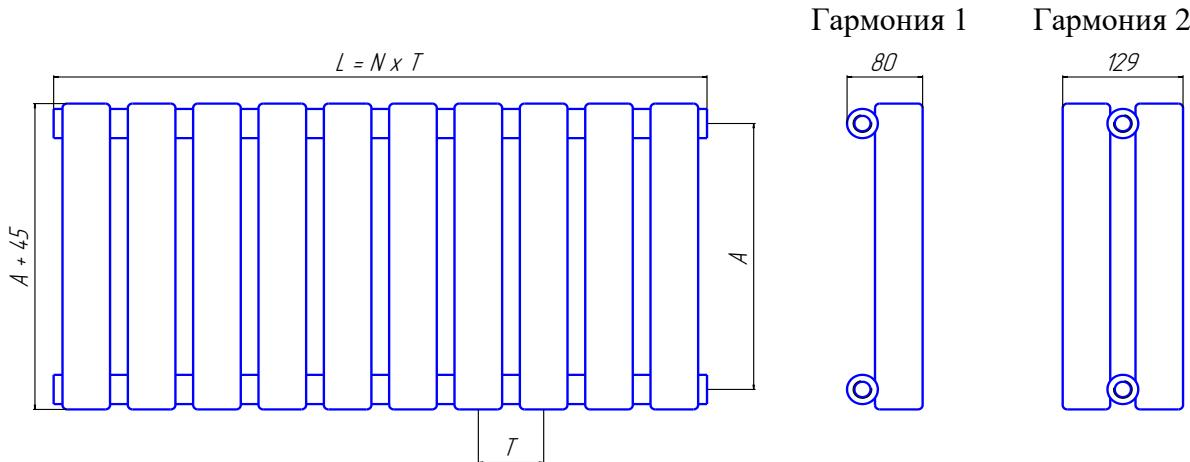

Рис. 1 Т – шаг ($T = 70$ мм), N – количество секций.
2.1. Основные размеры и параметры радиаторов приведены на рис.1 и в таблице.